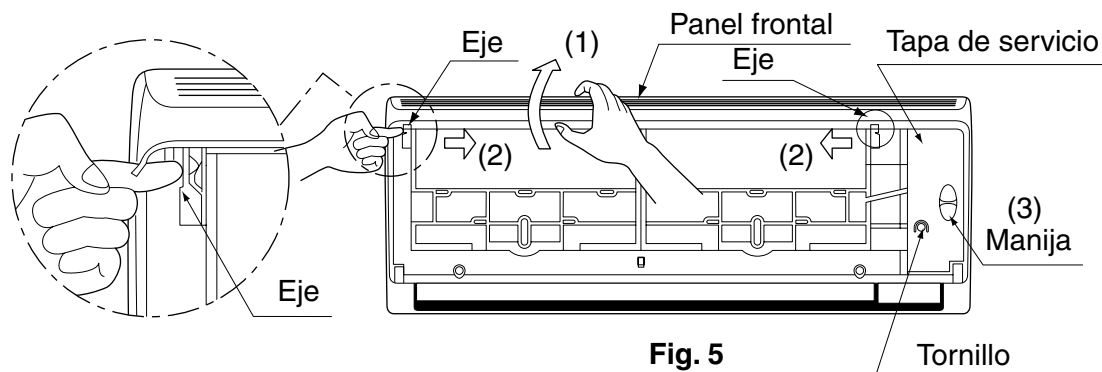

Fig. 5
#### (4) Retire el panel frontal y la tapa de servicio. (Refiérase a la Fig. 5)